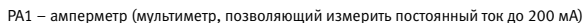

Рисунок 6. Схема внешних соединений комплекса «Рупор-Диспетчер»
1.3. Подключите приборы комплекса «Рупор-Диспетчер» в соответствии с проектной документацией и схемой на рис. 6.